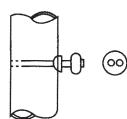

图 5.3
3) 测蒸汽的流量 对于垂直管道，流量计可安装在沿管道周围的水平面上，应注意两个正负压引压接头应处于同一个水平面上，如图 5.3 所示。